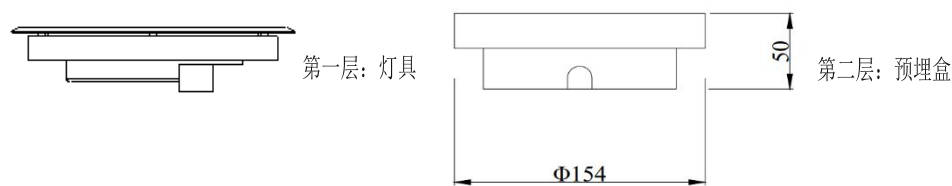

图 1: 灯具部件
- 2 该类地理应急灯具由两部分组成：灯具、预埋盒。均由我公司特约供应商提供，其余由施工单位提供。（如图 1）